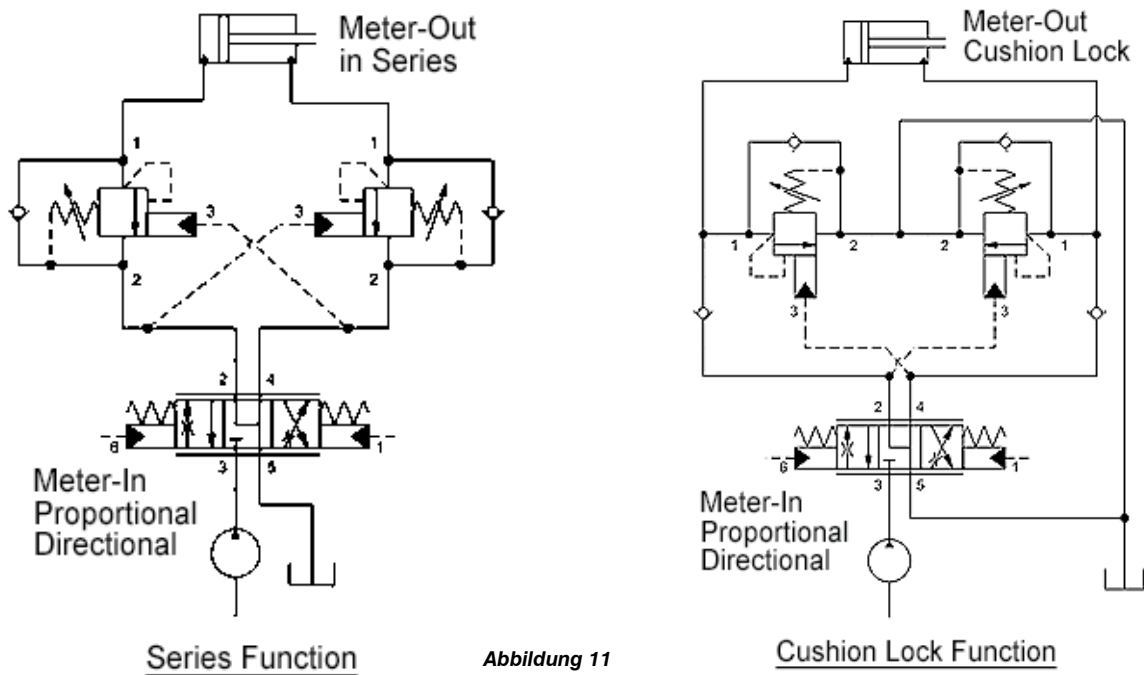

Abbildung 11
- Da ausschließlich die Versorgung proportional gesteuert wird, ist das Ventil hervorragend zur Kombination mit Senkbremssventilen geeignet. Es ist sowohl eine Anordnung in Serie als auch eine Schwenkbremsschaltung möglich. Die Zu- und Ablaufdrosselung ist in beiden Schaltungen unabhängig voneinander (Siehe **Abbildung 11**).